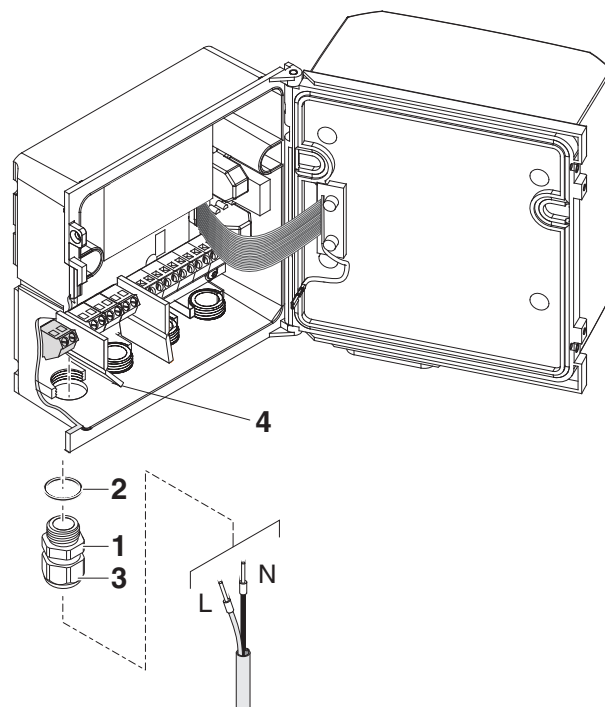

Bild 3-13 Netzzuleitung einführen.
- 6 Eine Kabelverschraubung (Pos. 1 in Bild 3-13) mit Dichtring (Pos. 2) in das Gehäuse unterhalb des Netzanschlusses einschrauben.
- 10 Die Überwurfmutter (Pos. 3 in Bild 3-13) festziehen.